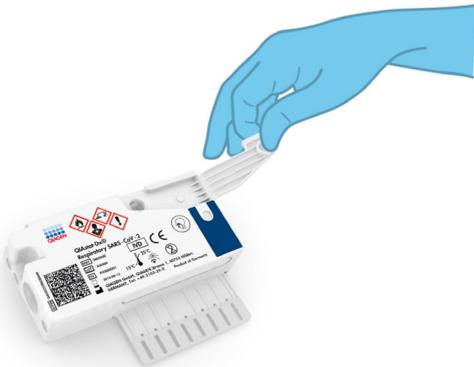

Figura 19. Apertura de la tapa de la muestra del puerto principal.
4. Abra la tapa de la muestra del puerto principal en la parte frontal del QIAstat-Dx Respiratory SARS-CoV-2 Panel Cartridge (figura 19).